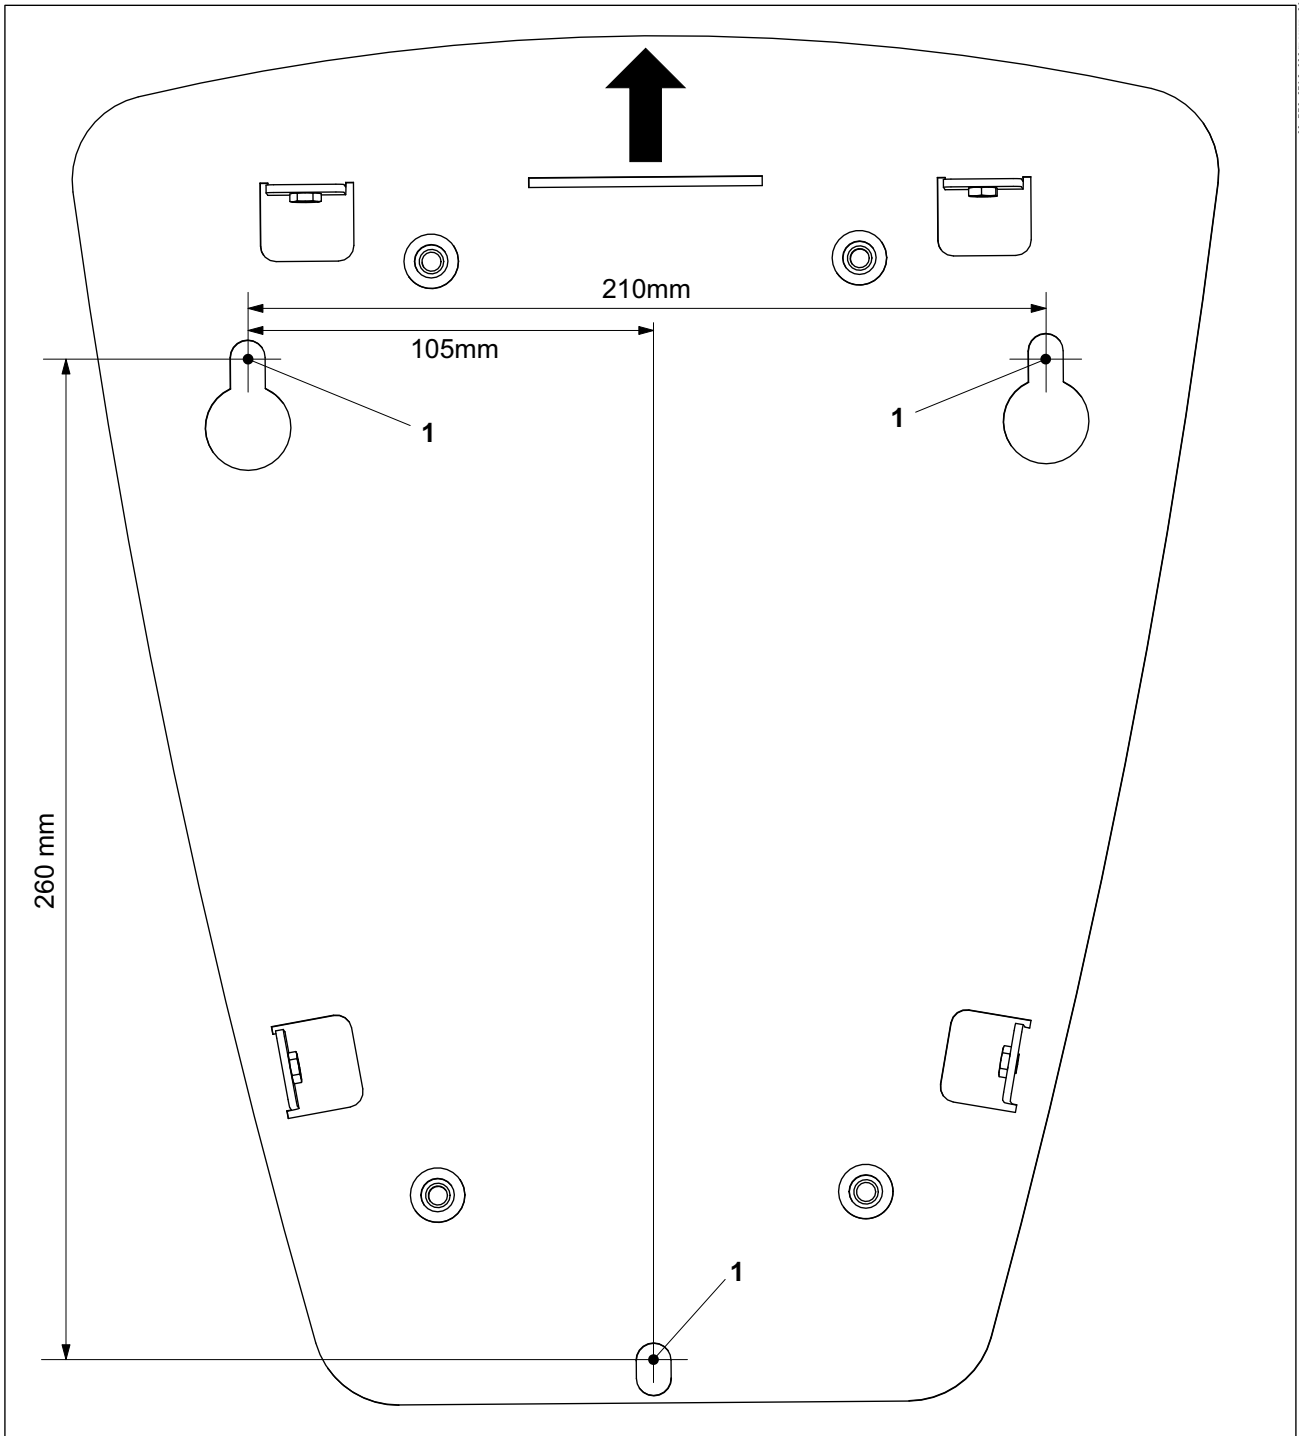

Abb. 1 Bohrplan der Heidelberg Wallbox Home Eco
1. Die drei Befestigungsbohrungen (Abb. 1/1) laut Bohrplan anzeichnen.